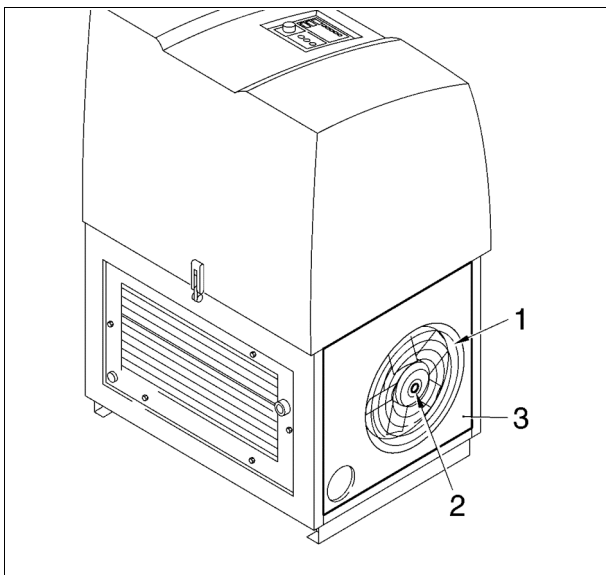

Bild 24
- Befestigungsschraube (- 1 - Bild 24) entfernen.
- Filterfließ (- 1 - Bild 24) entnehmen und reinigen, bei Beschädigung austauschen.
- Filterfließ wieder in Verkleidung Unterteil (- 3 - Bild 24) einsetzen.